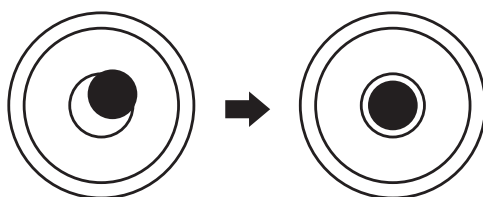

Рис. 4
- (4) При помощи подъемных винтов добейтесь точного расположения пузырька в центре круглого уровня (рис.4).